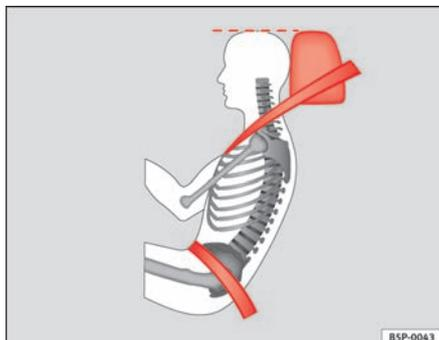

Fig. 13 Banda del cinturón y apoyacabezas ajustados correctamente, vistos lateralmente
- La banda abdominal del cinturón de seguridad deberá pasar por la región pélvica, pero nunca por encima del abdomen. El cinturón de seguridad debe quedar plano y bien ceñido a la pelvis ⇒ **fig. 13**. En caso necesario habrá que tirar un poco de la banda.